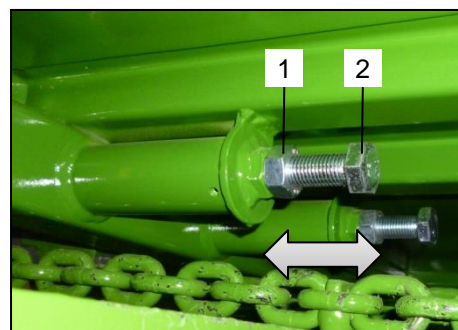

Bild 136: Spannvorrichtung
- Lösen Sie die Kontermuttern (Bild 136 / Pos.1).
- Lösen Sie die Schrauben (Bild 136 / Pos.2) soweit, bis die Umlenkräder bis zum Anschlag nach hinten geschoben werden können.
- Ziehen Sie die Kontermuttern (Bild 136 / Pos.1) fest an.